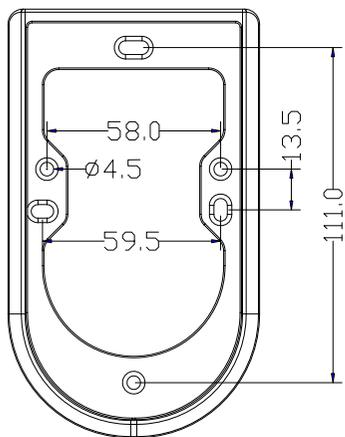
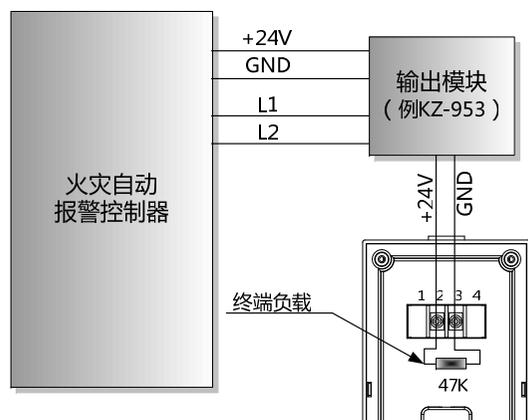

图 4
图 5
声光报警器的安装使用专用底座，如图 4 所示。外型尺寸为 142×84×10mm(长×宽×厚)。声光报警器采用二线制连接，2、3 端子分别连接输出模块控制输出的 +24V、GND 端，如图 5 所示。
- 按施工图纸，使用 2 枚 M4 螺钉，通过图 4 所示的安装固定孔（可选横向或竖向安装，6 个安装孔选任意 2 个），将配套底座固定在指定的位置上，且应确认底座已安装牢固；
- 切断控制器工作电源，按施工图纸，先将所有底座按图 5 方式正确连接；
- 确认声光报警器的类型与施工图纸上所注类型相匹配；按施工图纸上所标注的输出模块地址号，使用编码器对输出模块编码；并按图 5 所示接线方式将声光报警器与编好地址的输出模块连接。